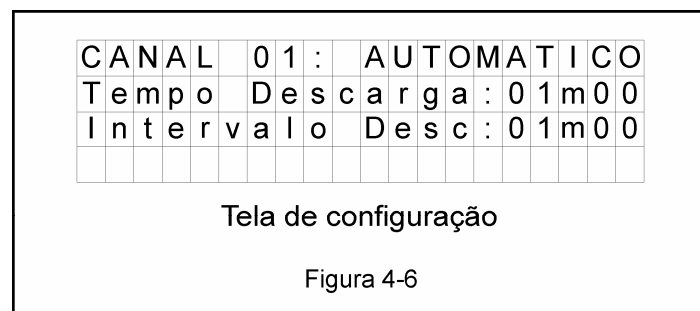

Figura 4-6
*OBS: O tempo em que o canal permanece acionado após um comando de ligação horário e o intervalo entre as descargas, é o mesmo descrito no parâmetro “Tempo Descarga” e “Intervalo Desc” (figura 4-6).*